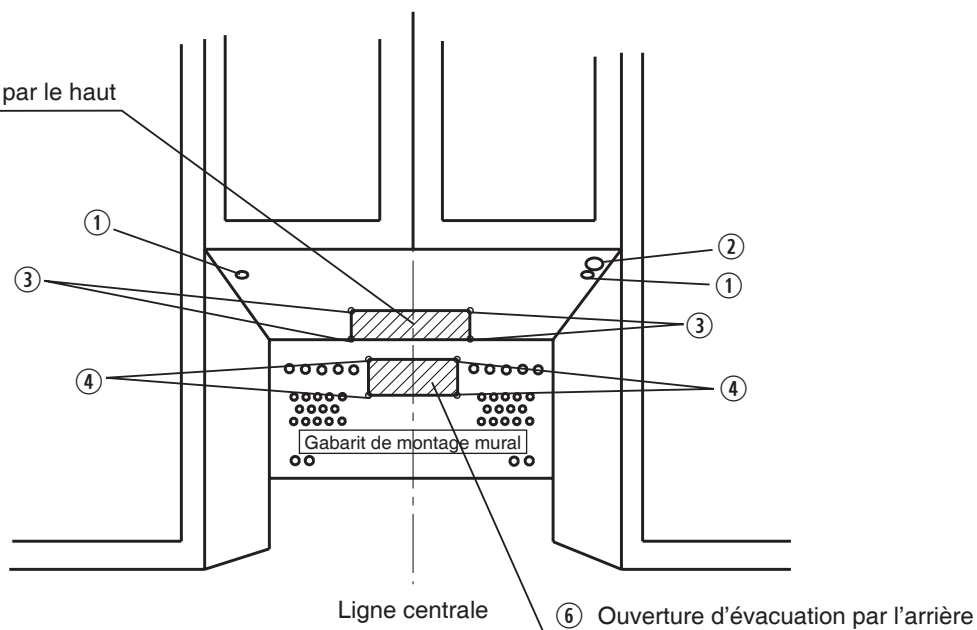

Fig. 2-1
- 2-1. Tracer une ligne centrale sur le mur et sur l'armoire. (Fig. 2-1)
- 3-1 Percer 3 trous de positionnement au centre des points n° ① et n° ② (à la Fig. 2-1).
Dans une installation avec évacuation par le haut, il faut percer 4 autres trous de positionnement (n° ③ à la Fig. 2-1).
Dans une installation avec évacuation par l'arrière, il faut percer 4 autres trous de positionnement (n° ④ à la Fig. 2-1).
- 3-3 Percer deux trous de 38 mm (1/2 po) dans les trous de positionnement n° ①. Percer un trou de 3,2 cm (1 3/16 po) dans les trous de positionnement n° ② pour le cordon d'alimentation.
- 3-4 Dans une installation avec évacuation par le haut, il faut couper l'ouverture d'évacuation par le haut (n° ⑤ à la Fig. 2-1).
Dans une installation avec évacuation par l'arrière, il faut couper l'ouverture d'évacuation par l'arrière (n° ⑥ à la Fig. 2-1).
Nota: Avec une évacuation par l'arrière, il faut préparer une ouverture d'évacuation sur le mur arrière pour la conduite arrière et l'adaptateur d'évacuation doit être installé sur le support (pièce de fixation n° ⑥) à l'aide de deux vis (pièce de fixation n° ⑤) (Fig. 2-1).
- 4-2 Fixer le support avec deux vis à bois de 45 mm ($1\frac{3}{4}$ po) ①.
- 4-3 Serrer les quatre boulons à ailettes ②.
4. Faire passer le cordon d'alimentation dans le trou dans l'armoire (n° ② à la Fig. 2-1).